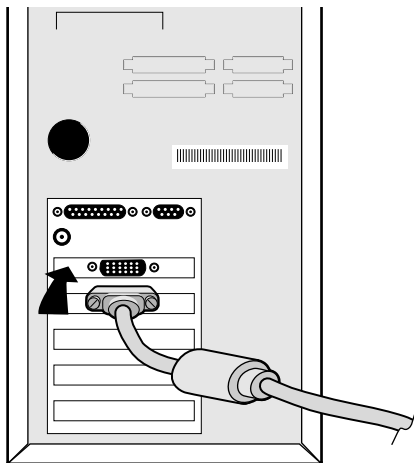
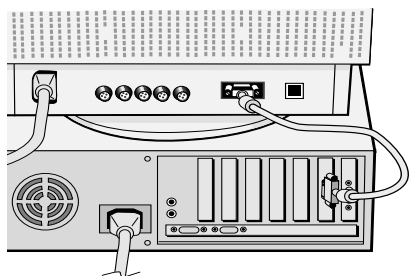

Abbildung A.1
Abbildung A.2
2. Beim PC: Schließen Sie den ein 15-poligen Mini-D-Sub-Signallabel an den Verbindungsstecker der Grafikkarte in Ihrem System an (**Abbildung A.1**) und stecken Sie das andere Ende in die Rückseite des Monitors (**Abbildung A.2**). Ziehen Sie alle Schrauben fest.